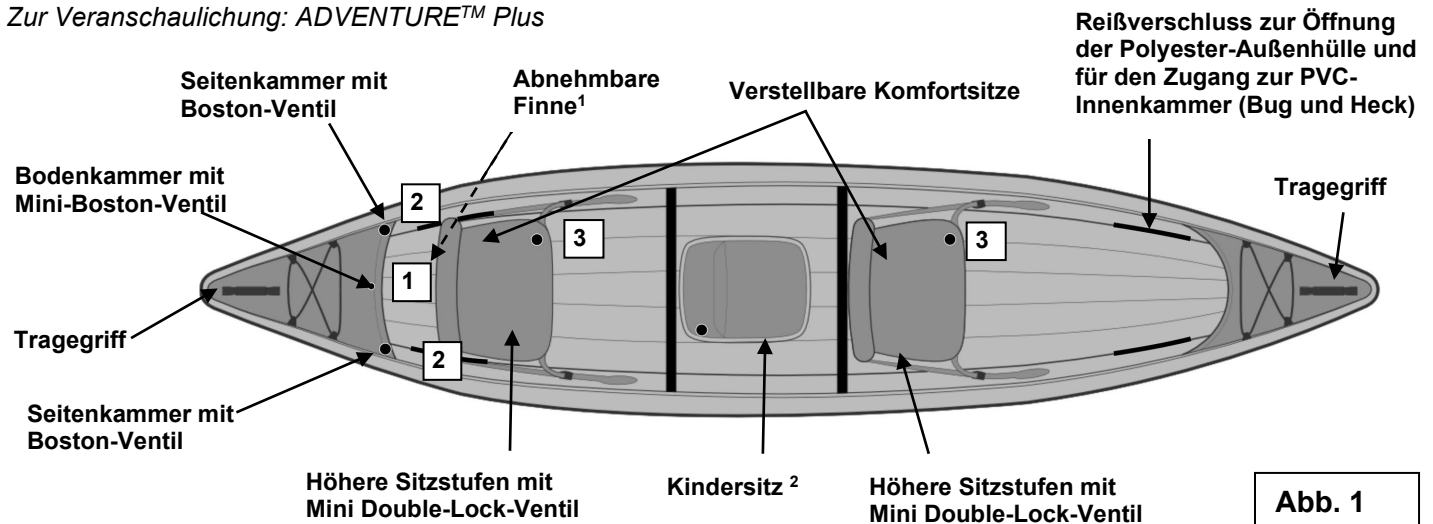

Abb. 1
3. Blasen Sie das Produkt in der Reihenfolge auf, wie auf dem Typenschild aufgedruckt (siehe auch Abbildung 1 – Nummerierung der Ventile).